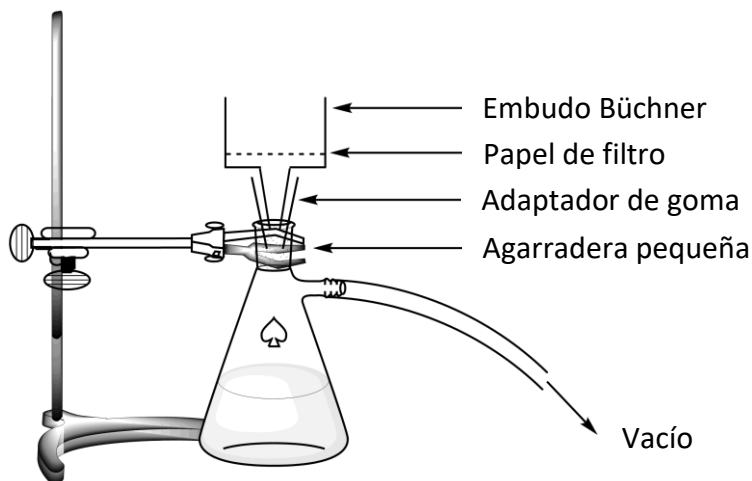

Figura 2. Equipo para filtrar al vacío
7. **Arma** el equipo de filtración al vacío (ver Figura 2) utilizando el embudo Büchner, un papel de filtro y un Kitasato, que debe estar asegurado al pie metálico con la agarradera. **Levanta** tu tarjeta HELP. Un asistente de laboratorio vendrá a mostrarte cómo conectar el Kitasato al vacío.